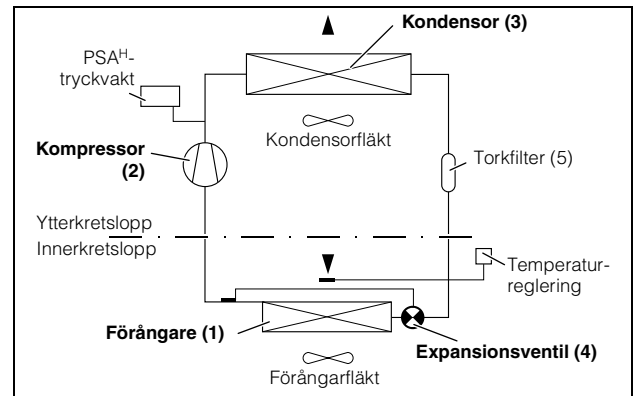

Bild 2: Kylkretslopp
Kylaggregatet (kompressionskylanläggning) består av fyra huvudkomponenter (jmf. bild 2): förångare (1), köldmediekompressor (2), kondensor (3) och styr- resp. expansionsventil (4), som är förbundna med rörledningar. Detta kretslopp innehåller köldmediet R134a ( $\text{CH}_2\text{FCF}_3$ ) som är klorfritt och har ingen negativ inverkan på ozonskiktet. Ett torkfilter (5) som är integrerat i det hermetiskt slutna kylkretsloppet ger effektivt skydd mot fukt, syra, smuts och främmande partiklar i kylkretsloppets inre.